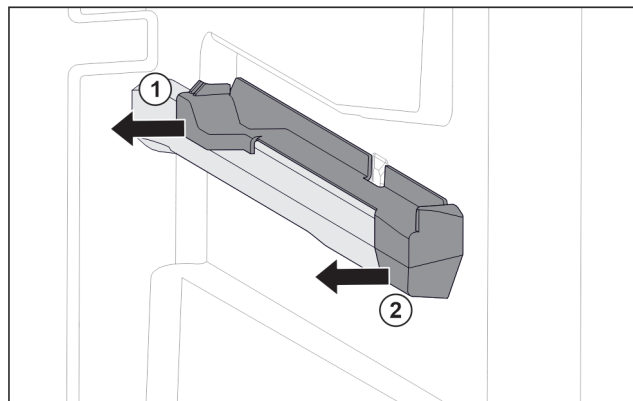

Fig. 118 Élément emboîtable sur la nervure de récipient droite
- Le retirer sur le côté par l'arrière. Fig. 118 (1)
- Le retirer sur le côté par l'avant. Fig. 118 (2)